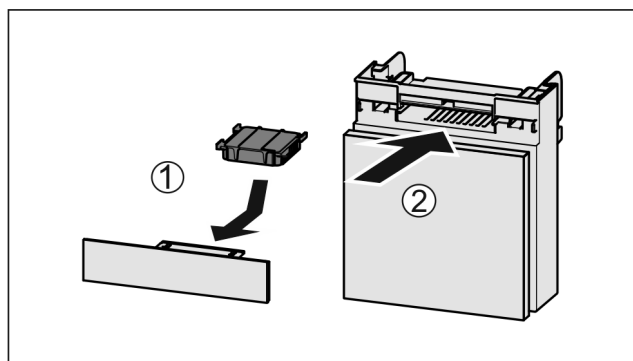

Fig. 149
- ▶ Wkładać Fig. 149 (1) filtr z węglem aktywnym zgodnie z ilustracją.
- ▶ Wsunąć komorę Fig. 149 (2).